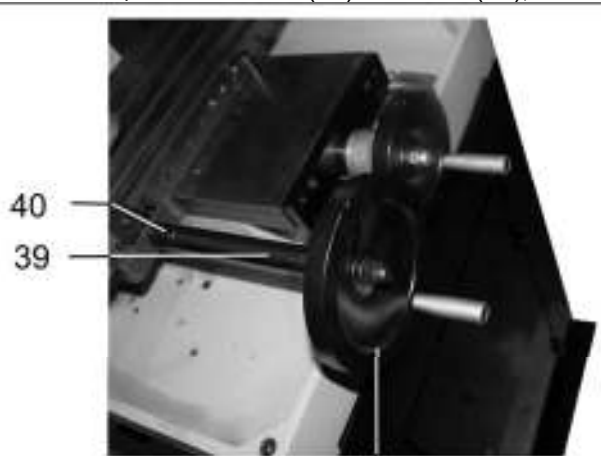

Рис.4
Установка маховика (8), Рис.2а, производится путем введения в зацепление вала (39) с валом (40), Рис.4